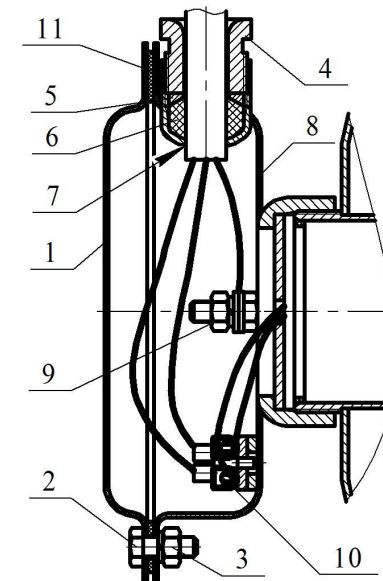

Рисунок 2
2.1.2 Произвести монтаж вводной коробки МПП (см. рисунок 2) в следующей последовательности.